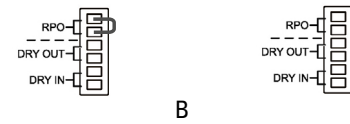

Fig. 52. Connecteur pour RPO externe.
- Soit en enlevant le connecteur femelle de la prise dans laquelle il est inséré. Un câble jouant le rôle de cavalier et refermant le circuit est raccordé à ce connecteur (cf. Fig. 52-A).
- Soit en actionnant le bouton-poussoir externe appartenant à l'utilisateur et installé entre les bornes du connecteur (cf. Fig. 52-B). La connexion du bouton-poussoir doit se trouver sur le contact normalement fermé (NF) pour provoquer l'ouverture du circuit lorsqu'il est actionné.